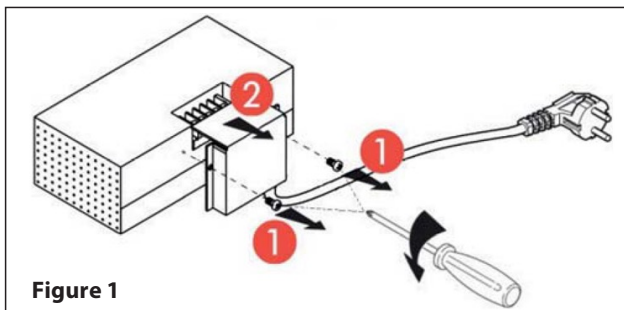

Figure 1
3. Retirer le couvercle des branchement à l'aide d'un tournevis (**Figure 1**).